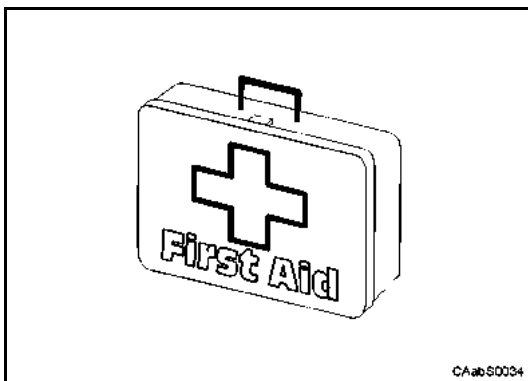

Fig. 9
**10** Predisporre sempre le dotazioni di pronto intervento previste dalla normativa di sicurezza per gli ambienti di lavoro, come la cassetta di pronto soccorso (Fig. 9).
**10** Predispose always the first aid equipment in agreement with the working environments regulations, like the first aid kit (Fig. 9).